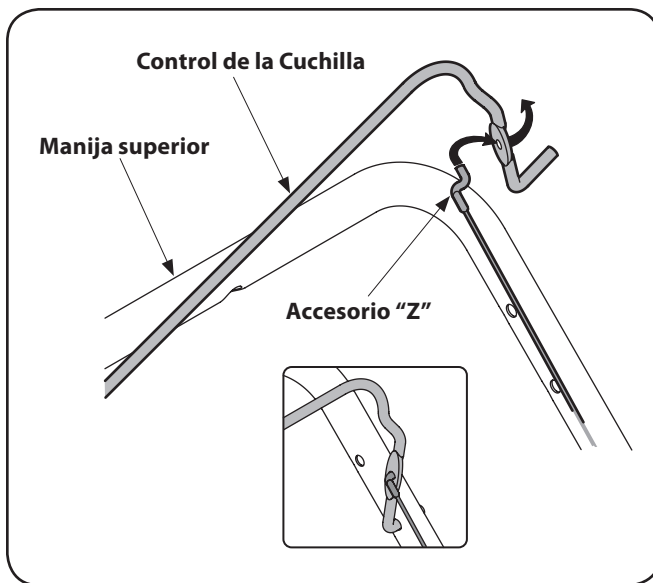

Figura 3-9
1. Para facilitar el acoplamiento del accesorio Z, quite temporariamente el lado izquierdo del control de la cuchilla como se muestra en la Figura 3-9.